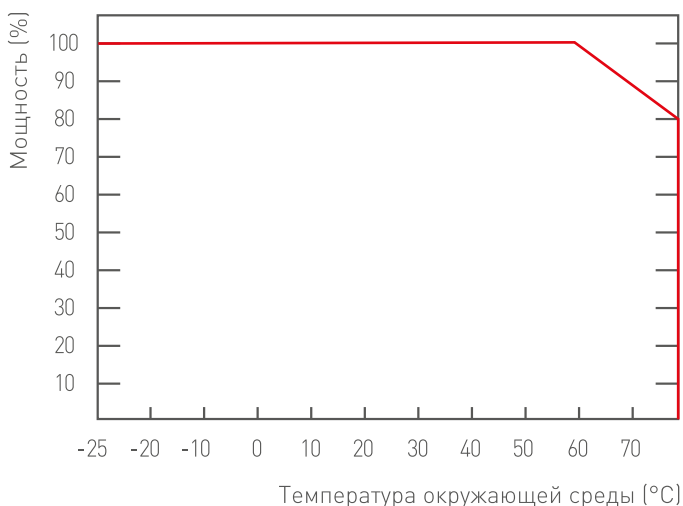

Рис. 1. – График зависимости номинальной мощности блоков питания от колебаний температуры окружающей среды.
2. Не нагружайте блок питания (или группу блоков питания) более 80% от их максимальной мощности. Учитывайте, что с повышением температуры окружающей среды максимальная мощность блока питания снижается (Рис. 1).